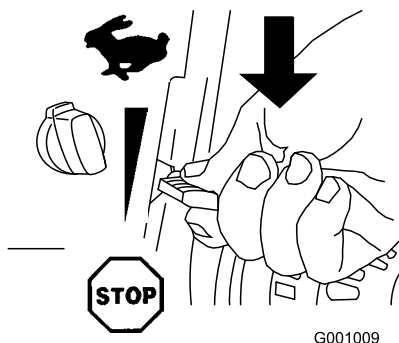

Bild 26
1. Schieben Sie den Gasbedienungshebel auf die Stopp-Stellung (Bild 26).